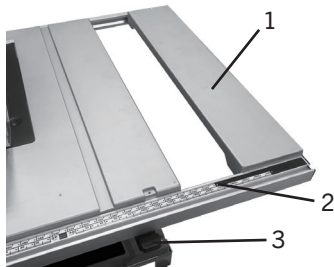

FIG. 17
2. Déverrouillez la rallonge de table (1) (Fig. 17) en soulevant le levier de verrouillage de la rallonge (3), puis faites glisser la rallonge jusqu'à la largeur souhaitée. Utilisez l'échelle sur le rail avant (2) pour obtenir une largeur spécifique ou mesurez la distance par rapport à la lame pour des coupes précises.
3. Une fois la rallonge de table dans la position désirée, abaissez le levier de verrouillage de la rallonge (3) pour la fixer. Le guide parallèle peut maintenant être réinstallé.